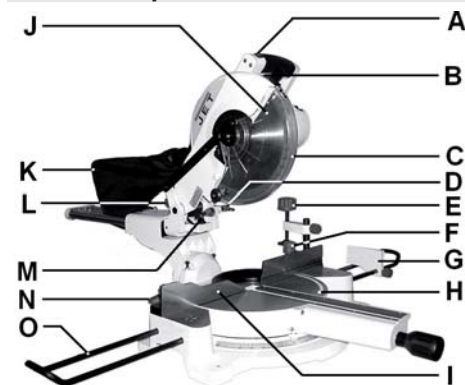

Рис. 1
- Пилка вмикається натисканням вимикача на рукоятці (В, Рис. 1): як тільки вимикач опускається відбувається зупинка пилки.
- Пилка вмикається натисканням на вимикач на внутрішньому боці рукоятки (В, Рис. 1).
- Завжди використовуйте затиск для заготовки (Е, Рис. 1).
- Обидві затискні рукоятки (F, Рис. 1) позаду упору для заготовки повинні бути послаблені.